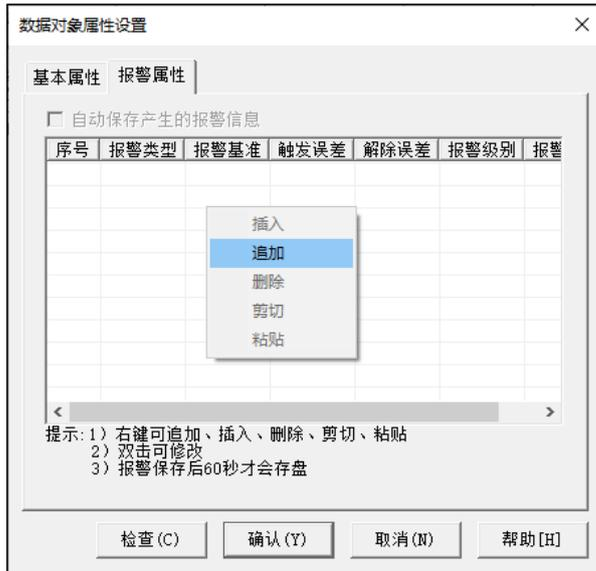

图 4.3-1 报警属性设置界面
- ① 在“实时数据库”双击需要保持历史报警记录的变量，进入“报警属性”设置界面（参考进阶篇章节 4.2.1）。如图 4.3-1 所示，在“追加”报警内容后，勾选“自动保存产生的报警信息”。